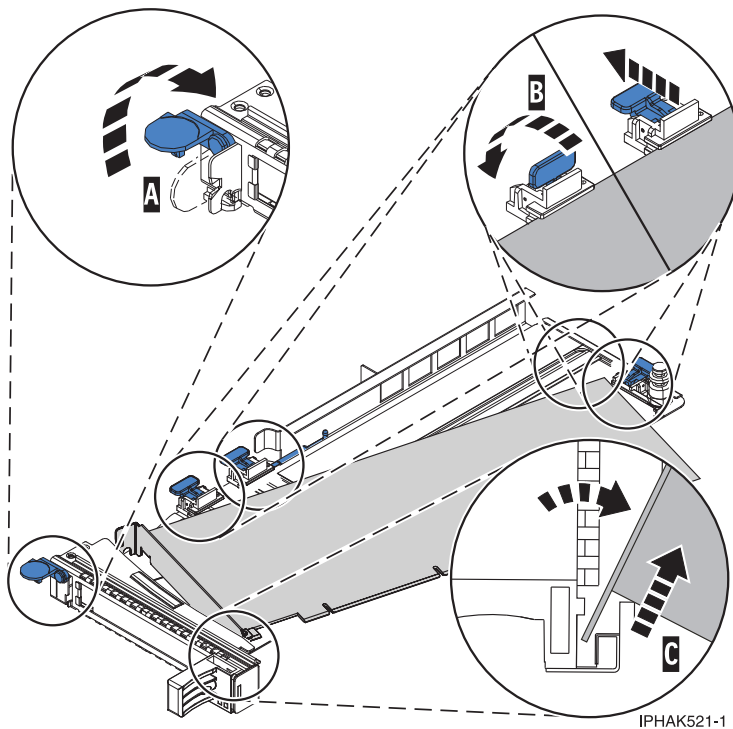

図 35. PCI アダプター・カセットから取り外されたアダプター
- a. 保持クリップ (A) を水平位置まで回転して、アダプター保持具をアンロックする。 60 ページの図 35を参照してください。